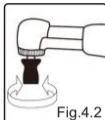

Fig.4.2
- 2) Gire no sentido horário até o encaixe completo (Fig.4.2);